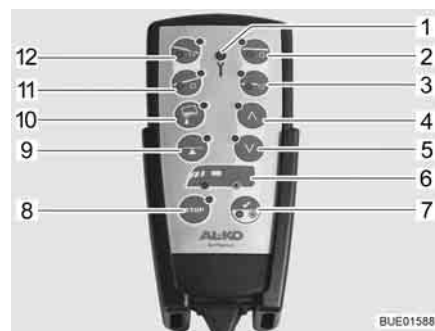

Fig. 20 Telecomando
- Avviare l'accensione. La spia di controllo (Fig. 20,1) si accende brevemente.
Se entrambi i LED degli assi (Fig. 20,6) sono accesi, il veicolo si trova sul livello di marcia.